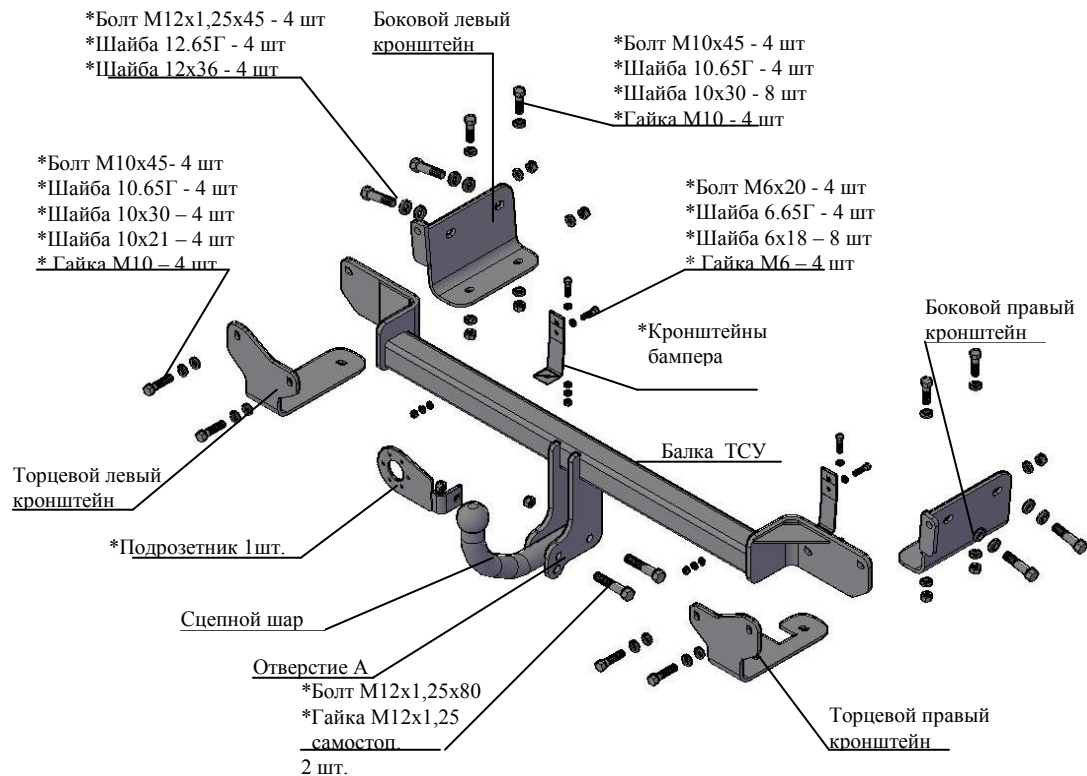

Рис.1 Тягово-сцепное устройство 7240
2.1 ТСУ 7240 в сборе (рис.1)	1 шт.
2.2 Пакет с комплектующими (см. рис.1)	1 шт.
4.2 Установить боковые кронштейны ТСУ (правый и левый соответственно рис.1) на внешние боковые стороны лонжеронов а/м, закрепив болтами М12х1,25х45, под головки болтов подложить шайбы гроверные 12.65Г и шайбы 12х37. Крепеж не затягивать.
4.3 Установить балку ТСУ и торцевые кронштейны (правый и левый соответственно рис.1) (для а/м **Киа Рио – торцевые кронштейны к фартуку а/м, затем балку ТСУ**), закрепив их к а/м и боковым кронштейнам через фартук а/м болтами М10х45 и гайками М10, под гайки подложить шайбы гроверные 10.65Г и шайбы 10х30. под головки болтов подложить шайбы 10х30. Крепеж не затягивать.